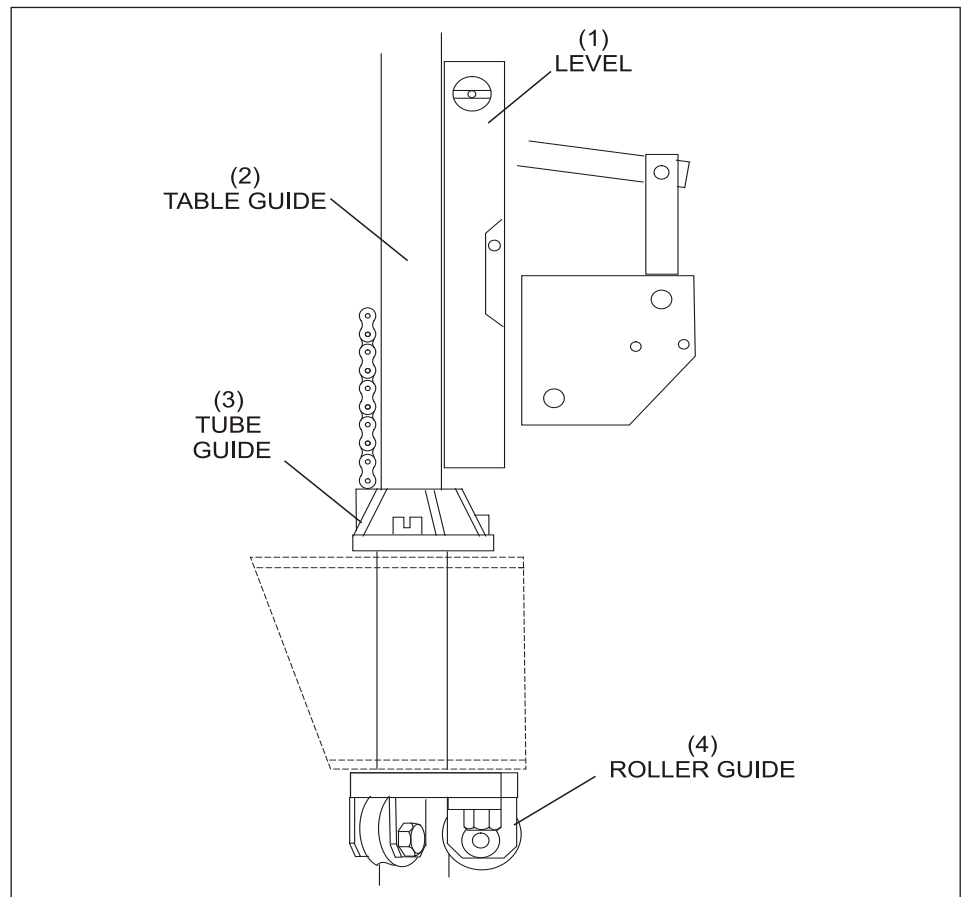
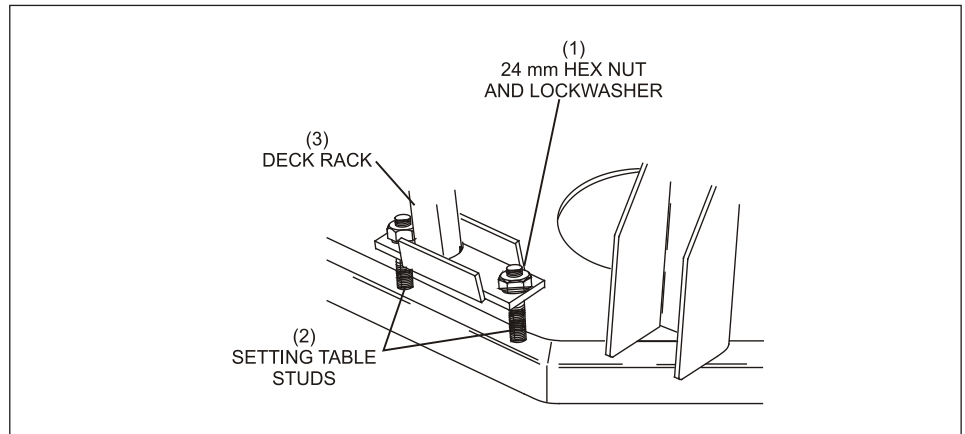

Abbildung 5-27. Führungsrollen des Tischgestells
Abbildung 5-28. Einstellen der Stelltischbolzen
- a. Prüfen Sie mit einer Wasserwaage, ob das Stelltischrohr vorne, hinten und seitlich gerade ausgerichtet ist, solange sich der Stelltisch in der Ausgangsposition befindet. Siehe *Abbildung 5-27*. Lockern Sie die 24-mm-Sechskantmutter an den Stelltischbolzen, falls eine Ausrichtung erforderlich ist. Siehe *Abbildung 5-28*. Verstellen Sie die Rollenführungen und den Lagerblock, bis eine Nivellierung der Rohrführung erreicht ist.
- (1) HEBEL
- (2) TISCHFÜHRUNG
- (3) ROHRFÜHRUNG
- (4) ROLLENFÜHRUNG
- e. Bewegen Sie die großen Sechskantmutter (24-mm-Steckschlüsselsatz und Steckschlüssel erforderlich) auf den Stelltischbolzen nach oben bzw. nach unten, bis der Tisch nivelliert und eingestellt ist. Siehe *Abbildung 5-28*.